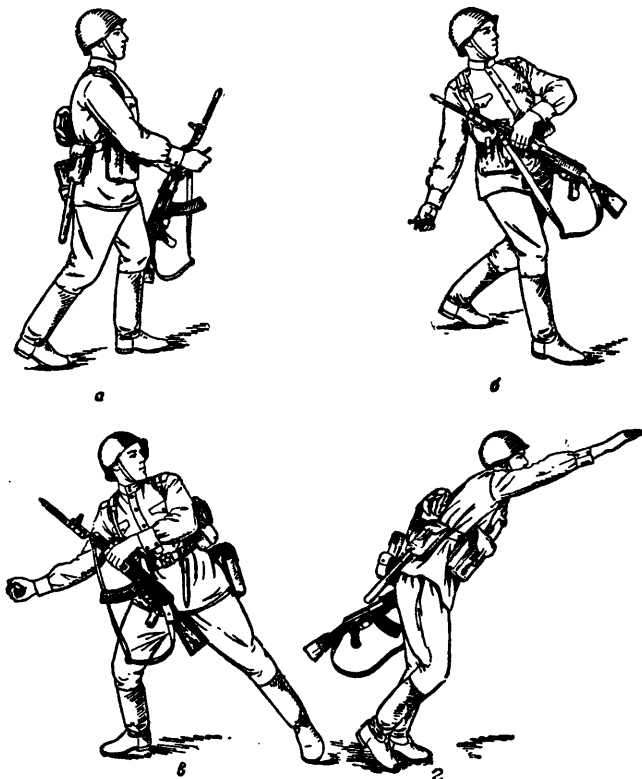

Рис. 11. Метание гранаты на ходу:
32. Для метания гранаты на ходу (рис. 11) надо: удерживая оружие в левой руке, а гранату в полусогнутой правой руке, выдернуть предохранительную чеку; под левую ногу вынести руку с